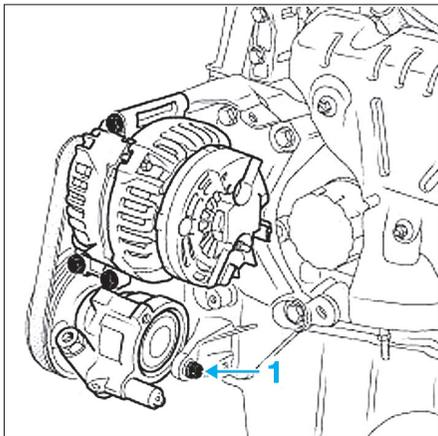

Fig. 10
- la vis (1) de fixation arrière sur le support multifonction (Fig.10),